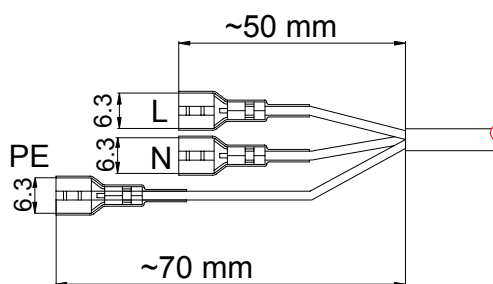

Abb. 17 Versorgungskabel 230 V
- Leitung nach Abb. 17 vorbereiten